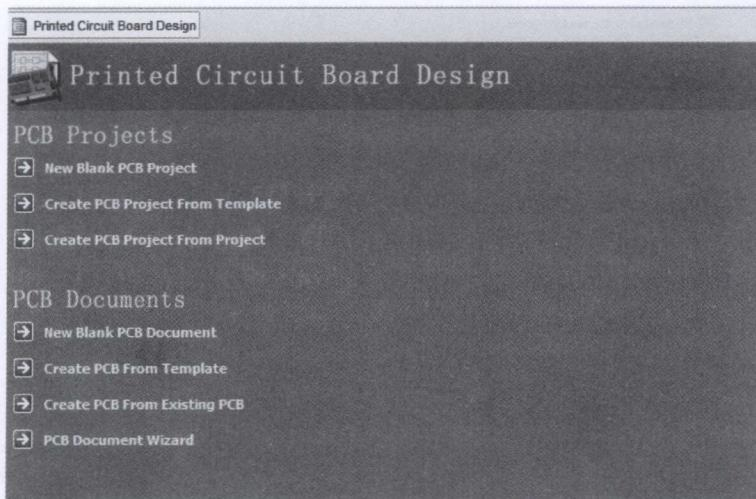

图 1-3 印制电路板设计的命令选项列表
(4) Documentation Library (文件库)。Altium Designer 为用户提供了各种设计参考文档库，从这个选择项中可以进入文档库命令显示界面。这些文档库包括 Altium Designer 电路设计和 PCB 设计、FPGA 设计、在线帮助等参考文档。用户可以获得非常详细的帮助和参考信息。
(5) Reference Design and Examples (参考设计和实例)。Altium Designer 为用户提供了许多经典的参考实例，包括原理图设计、PCB 布线和 FPGA 设计等方面的实例。
(6) Printed Circuit Board Design (印制电路板设计)。选择该选项后，系统会弹出如图 1-3 所示的印制电路板设计的命令选项列表，用户可以使用右边的“《”和“》”按钮弹出和隐藏命令项。